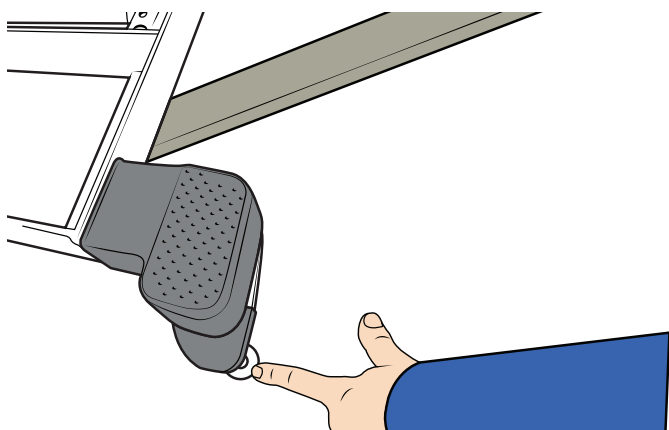

Figure 111
1. Utilisez le levier en bois pour ajouter temporairement des rondelles sous les pieds du côté tête afin de déterminer le nombre de rondelles à ajouter (ou à retirer) sur chaque pied. Voir Figure 111.